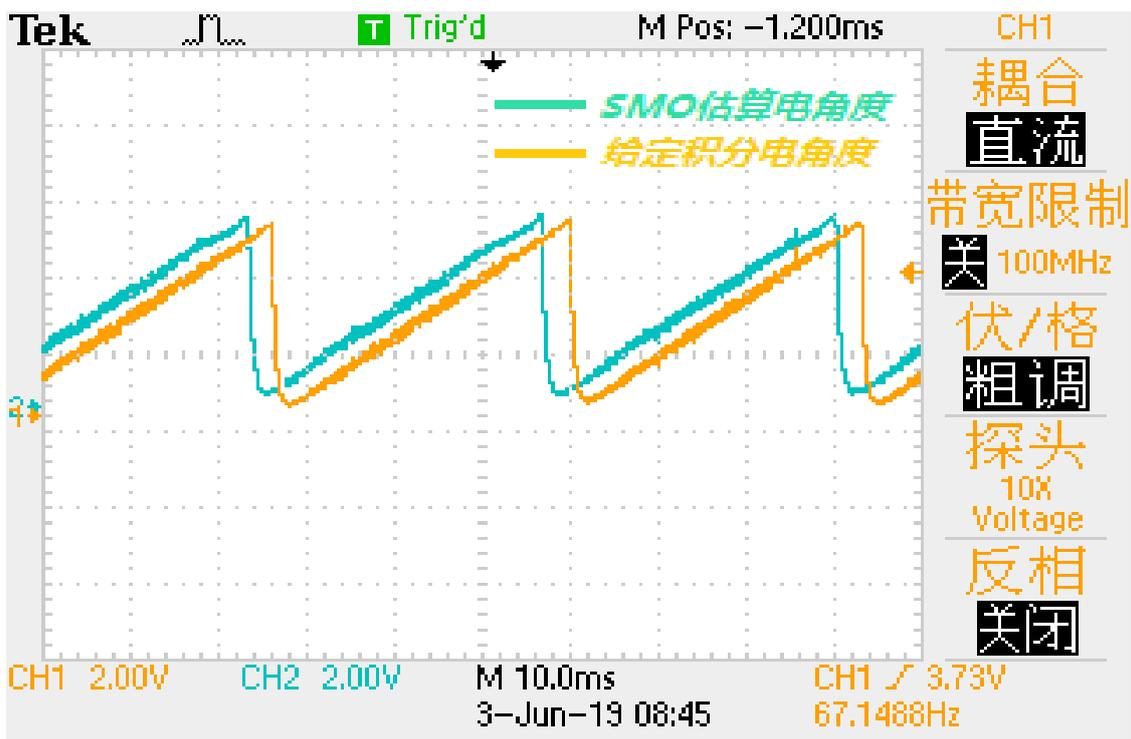

图 4-7 滑模观测器参数合理估算效果图
1、若估计转子电角度曲线波动噪声大，与积分电角度波形差异大，则用户需调整滑模观测器参数。用户改为用户更改滑模开环参数 `SMC_KSLIDE0`，`SMC_KSLF0`，`SMC_MAXERR0`，使估计转子电角度逼近积分电角度曲线，让滑模观测器估算出更好的效果如图 4-7 所示。